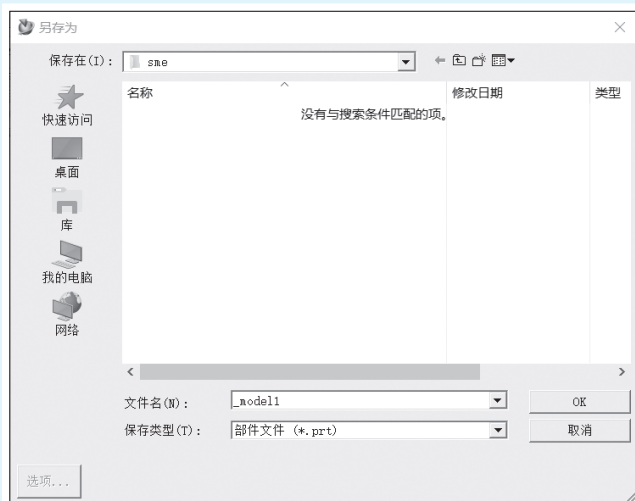

图 1-9
(4) 若需要将文件另外保存, 则执行“文件”→“另存为”命令, 打开“另存为”对话框, 如图 1-9 所示。在该对话框中选择保存路径、文件名及保存类型后再单击“OK”按钮, 即可对文件进行另外保存。